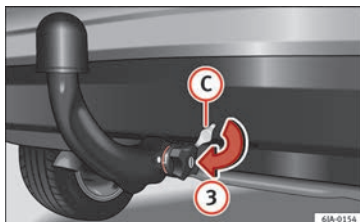

Fig. 198 Mise en place du cache de la serrure.
- Fermez avec la clé (B) la serrure de la molette en tournant la clé vers la droite jusqu'à la butée, dans le sens de la flèche (1)
- Retirez la clé dans le sens de la flèche (2).
– Placez le cache (C) dans la serrure de la molette dans le sens de la flèche (3) » fig. 198.